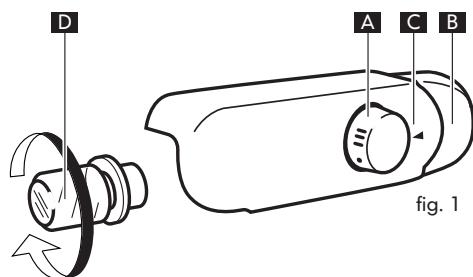

fig. 1
- Si le compartiment réfrigérateur de votre appareil est doté d'un thermostat, la température des deux compartiments se règle à l'aide du bouton du thermostat comme illustré sur la figure 1. Déplacez le bouton sur la position ● pour éteindre complètement l'appareil.
- Si votre appareil dispose également d'un bandeau de commande extérieure avec bouton de réglage en plus du thermostat, la température des deux compartiments doit être réglée séparément. Le bouton du thermostat à l'intérieur du compartiment réfrigérateur est utilisé pour régler la température du compartiment réfrigérateur seulement (voir la fig. 1) tandis que le bandeau extérieur est utilisé pour régler la température du compartiment réfrigérateur.